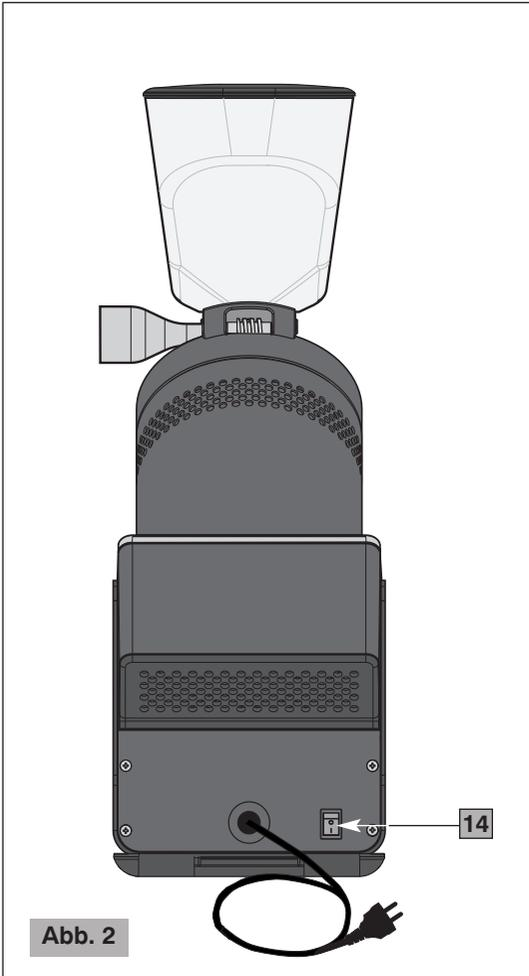

Abb. 2
Hauptkomponenten (Abb. 1, Abb. 2, Abb. 3, Abb. 4)
| 5 | Einstellung zum Mahlen | 14 | ON-OFF (I-O)-Schalter (Abb. 2) |
Bevor der Stecker in die Steckdose gesteckt wird muss man sich vergewissern, dass sich der ON-OFF-Schalter (14 Abb. 2) auf "O" (ausgeschaltet) befindet.
- 2** Den ON-OFF-Schalter (14 Abb. 2) auf "I" einstellen. Die Schalttafel schaltet sich ein (7 Abb. 1) (siehe Abb. 4).